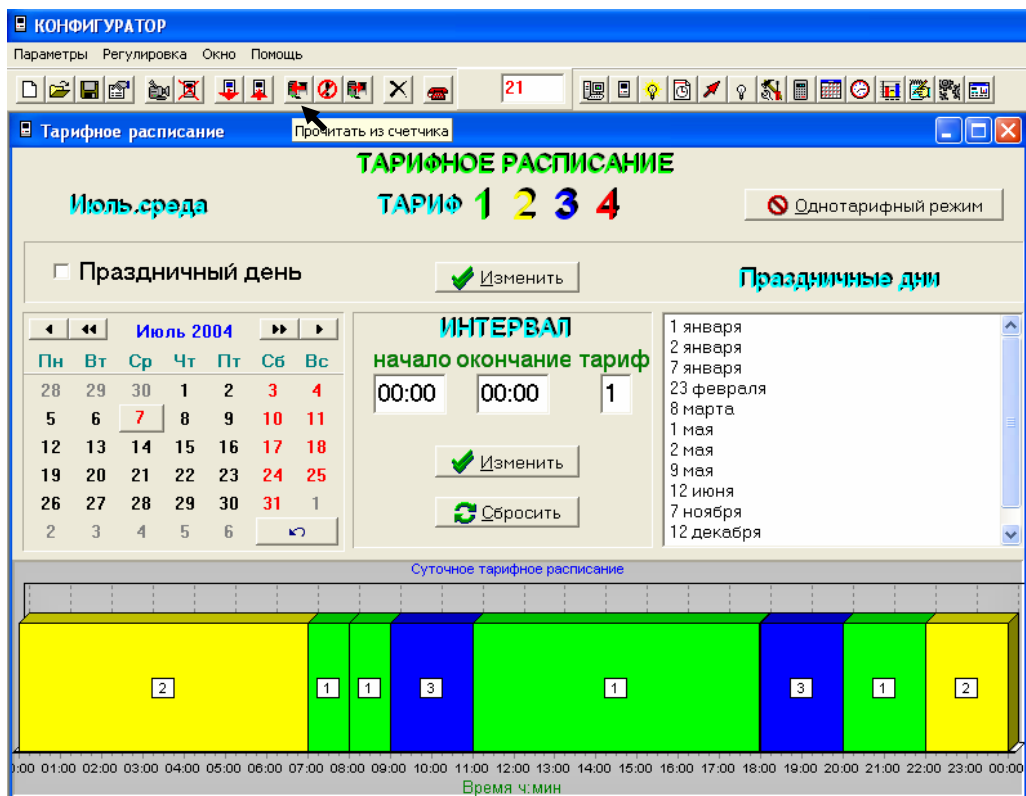

Рис.20
1. выбрать подпрограмму «Тарифное расписание». На экране монитора появится окно «Тарифное расписание» (рис.20), где отображено тарифное расписание и расписание праздничных дней, находящиеся, в памяти компьютера;